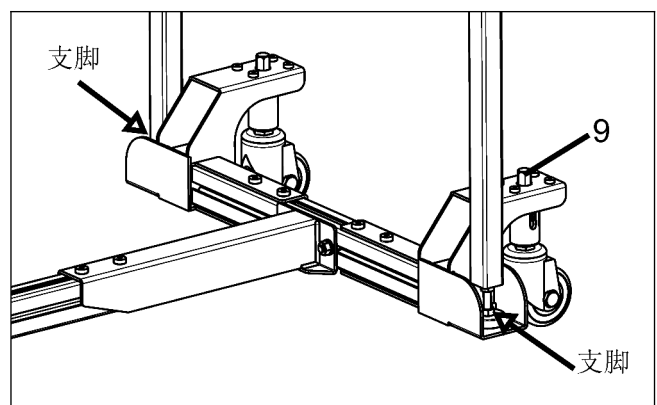

图 24
e.移除木块，调整支脚及滚轮高度（顺时针旋转调节丝杆“9”，滚轮上升；逆时针旋转调节丝杆“9”，滚轮下降），使得延伸台面与主台面平行。（见图24）